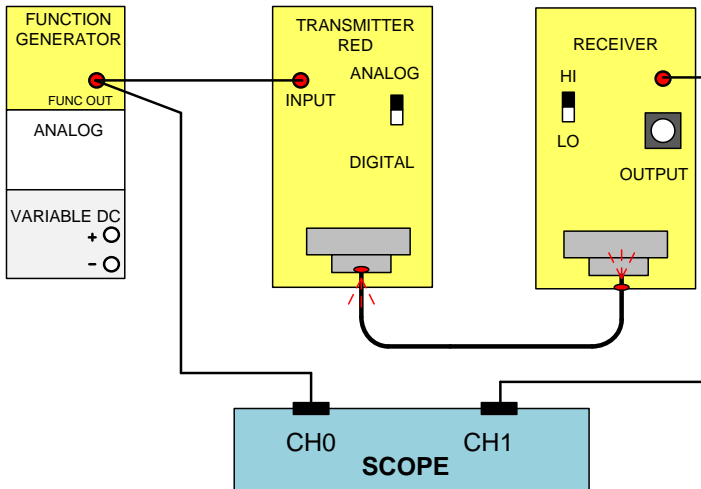

Рис.7. Схема соединений оптического модуля передачи с фотоприемником
31. Соберите схему, как показано на рис.7, используя настроенные вами модули.